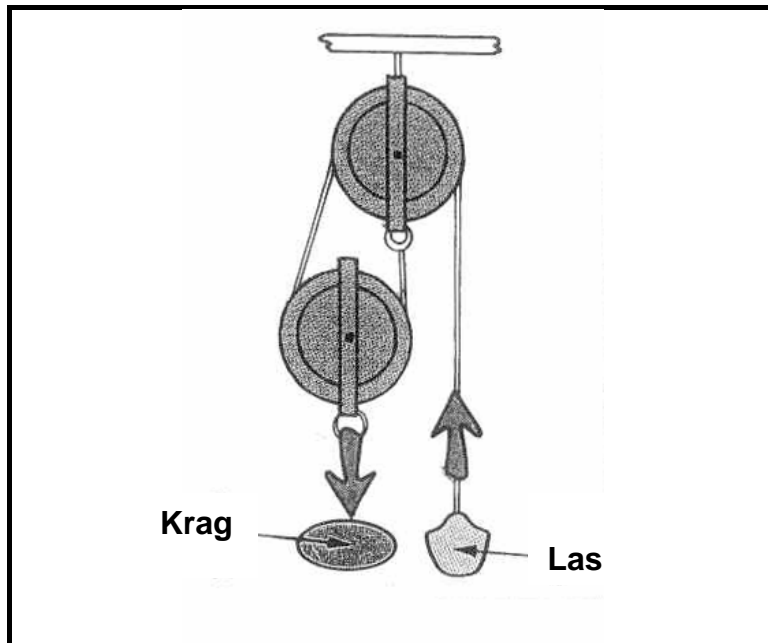

**FIGUUR 1.5**
1.15 Aan watter tipe spanning word die klinknaels in FIGUUR 1.5 onderwerp?